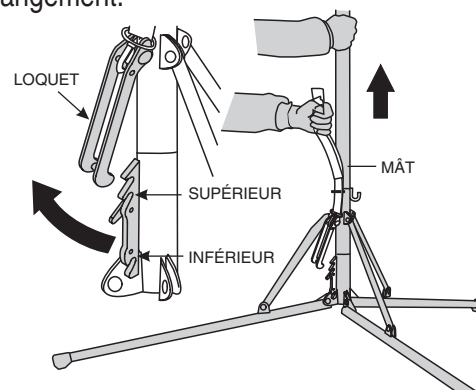

Figure 24. Ranger les pattes du trépied
6. Pour rentrer les pattes du trépied (Figure 24) et les placer dans la position de rangement, soulever le mât tout en tirant sur la bande velcro. Continuer à tirer vers le haut sur le mât jusqu'à ce que les pattes du trépied soient entièrement rétractées et dans la position de rangement.